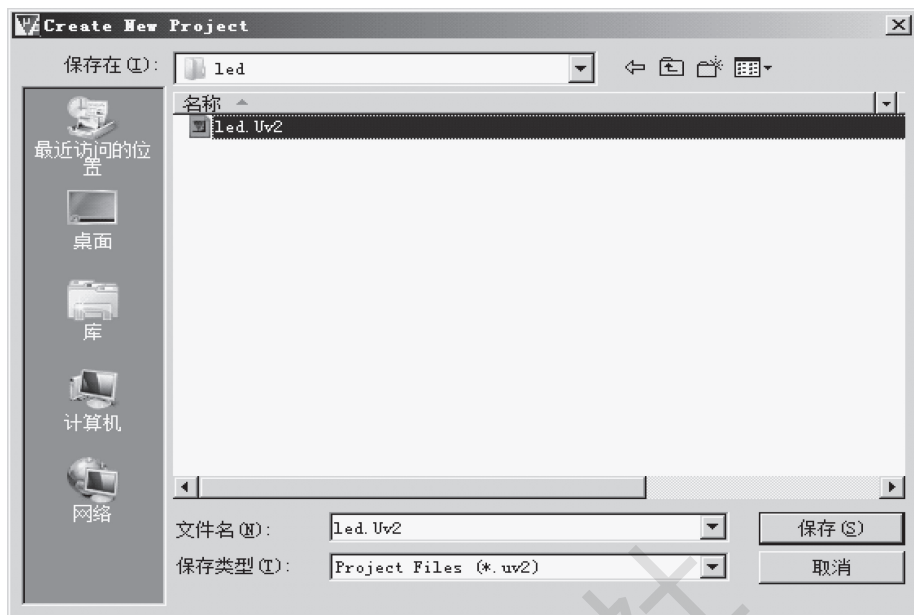

图 1-9 新建 Keil C51 工程
(2) 第二步：新建工程。执行 Keil C51 软件的菜单“Project | New Project...”，弹出一个名为“Create New Project”的对话框。先选择一个合适的文件夹来存放工程文件，如“D:\项目一 霹雳灯\led”，其中“led”是新建的文件夹。最后，为工程取名为“led”，并保存。如图 1-9 所示。